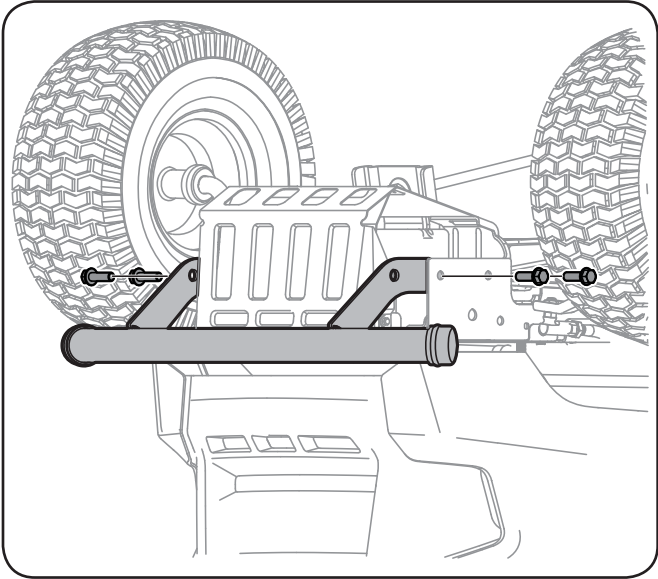

Figure 3-9
2. Enlevez le couvercle en plastique, le cas échéant, de la borne négative de la batterie et attachez le câble noir à la borne négative (-) avec le boulon et l'écrou à six pans. Voir la Figure 3-9.
2. Positionnez les supports du pare-chocs sur l'intérieur du châssis du tracteur et maintenez-les avec les quatre boulons hex. à collet. Voir la Figure 3-9.